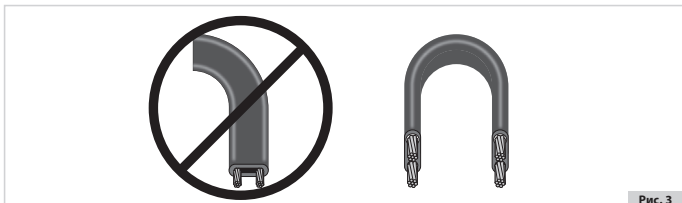

Рис. 3
4.3. Кабель нагревательный должен изгибаться исключительно перпендикулярно плоскости жил (см. рис. 3).